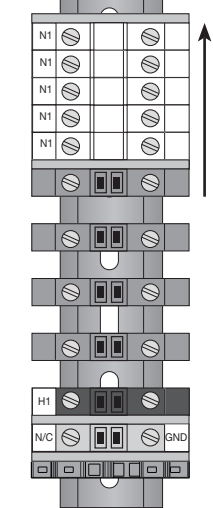

Figura 2
3. **Instale el kit de terminales.** Los componentes suministrados con el PDT-T-DV-MF se muestran en la Figura 2. Para instalar correctamente el kit, primero retire el puente de derivación preinstalado de los bloques de terminales rojo y negro utilizando la herramienta de remoción suministrada con el panel (Figura 3a). Retire el tope superior y las etiquetas de los bloques de terminales de la línea atenuada/vivo (rojos). Será necesario separar la etiqueta de línea/vivo de la tira y reemplazarla (Figura 3b). Mueva los bloques de terminales del neutro (blancos) y separe los bloques de terminales de la línea atenuada/vivo (Figura 3c). Instale el kit de terminales suministrado tal como se muestra en la Figura 4. Asegúrese de que la barrera del puente de derivación ubicado en el centro del bloque de terminales esté orientada hacia la parte inferior del panel.
3. Instale o kit de terminais. Os componentes fornecidos com o PDT-T-DV-MF estão exibidos na Figura 2. Para instalar o kit de forma adequada, primeiramente, retire o barramento de derivação pré-instalado dos blocos terminais vermelho e preto, usando a ferramenta fornecida com o painel (Figura 3a). Retire a tampa limitadora superior e as etiquetas dos blocos terminais linha/quente (vermelho) dimerizados. A etiqueta linha/quente precisará ser rompida do cabo e substituída (Figura 3b). Movimente os blocos terminais neutros (brancos) e separe os de linha/quente dimerizados (Figura 3c). Instale o kit conforme exibido na Figura 4. Verifique se o barramento de derivação do centro do bloco terminal está voltado para a parte inferior do painel.